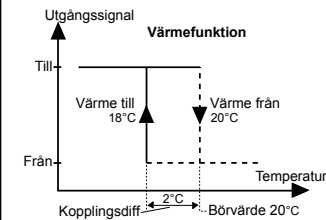

Fig 5
- Diff** Kopplingsdifferens, 0,5...10K. Skillnaden i temperatur mellan reläets tillslagspunkt och frånslagspunkt. Se även fig 5 och 6 nedan.